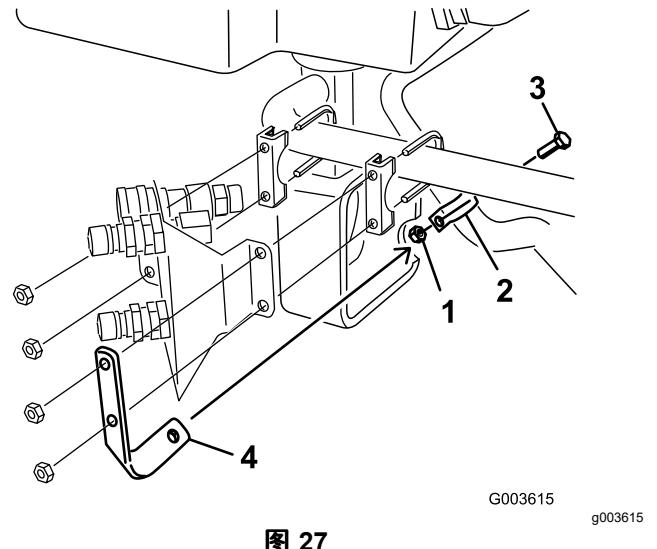
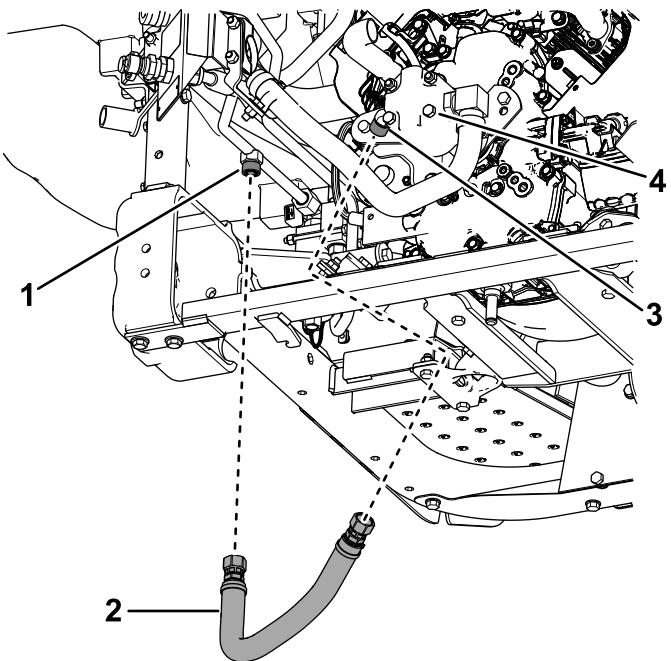
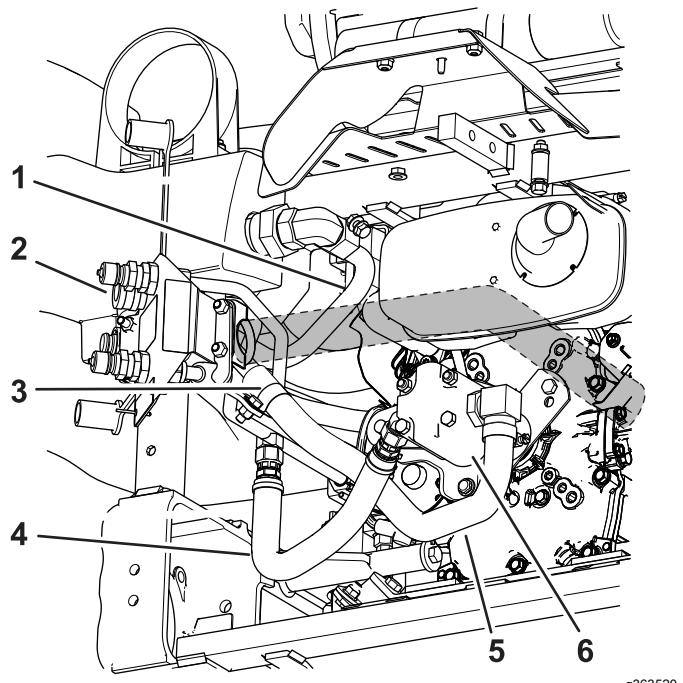

图 27
图 29
图 30
6. 将 R 形夹安装到大液压软管上如 图 27 和 图 30 中所示。
7. 用一个螺栓  $5/16 \times 7/8$  英寸和一个螺母  $5/16$  英寸将 R 形夹安装到固定支架请参阅图 27。
9. 将带接头的液压软管安装到已连接至液压泵的 45 度弯头图 29 和 图 30。
10. 请参见 图 30了解前往液压泵的软管和液压管线的正确位置。